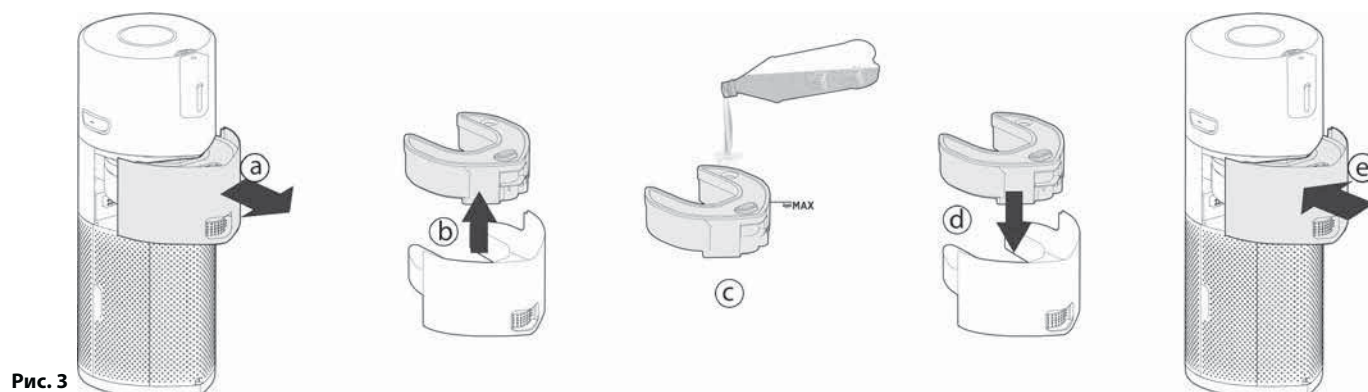

Рис. 3
3. Заполнение резервуара увлажнителя [Рис. 3]